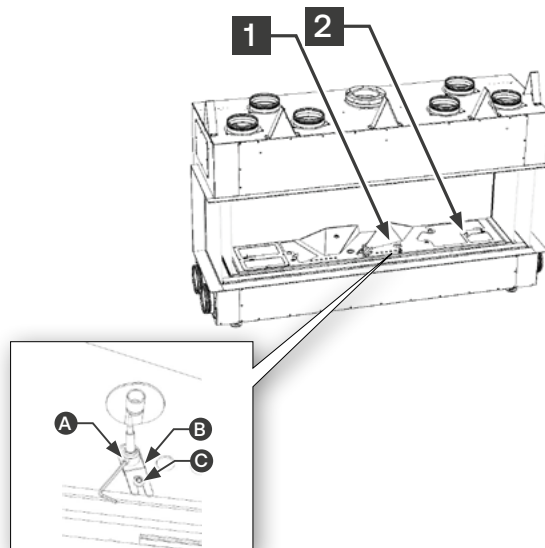

Fig. 1: Desserrage du thermocouple et retrait du fond du foyer
10. Glissez le support du thermocouple (Fig. 1, réf B) avec la bague de maintien, sur le thermocouple. Serrez la vis de maintien du support (Fig. 1, réf C). À l'aide d'une clé Allen de 2mm, serrez la vis de la bague de maintien (Fig. 1, réf. A).
14. Placez un petit tournevis plat dans la vis de réglage de la veilleuse (K).
- I. Prises de pression, une pour la pression d'alimentation (flèche vers l'intérieur, en direction de la vanne gaz) et une pour la pression du brûleur (flèche vers l'extérieur, à l'opposé de la vanne gaz). La pression du brûleur peut également être mesurée sur la plaque de fond (L).
19. À l'aide d'une clé Allen de 2 mm, réglez la position de la pointe du thermocouple en serrant ou en desserrant la vis (Fig. 1, réf. A) de la bague de maintien.